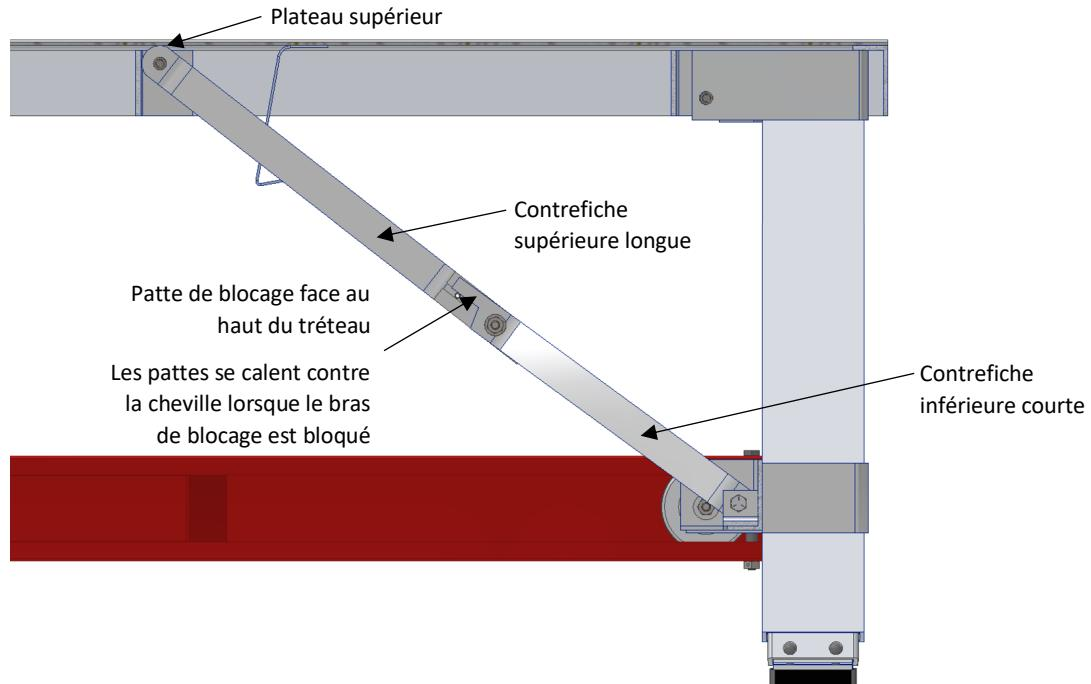

Figure 5
AVERTISSEMENT : SI LE BRAS DE BLOCAGE N'EST PAS ORIENTÉ CORRECTEMENT AVANT DE PROCÉDER AU MONTAGE, IL EST POSSIBLE DE LE MONTER À L'ENVERS. OBSERVER LA Figure 5 AVEC ATTENTION AVANT DE PROCÉDER AU MONTAGE.
1. Orienter le bras de blocage comme illustré à la Figure 5.